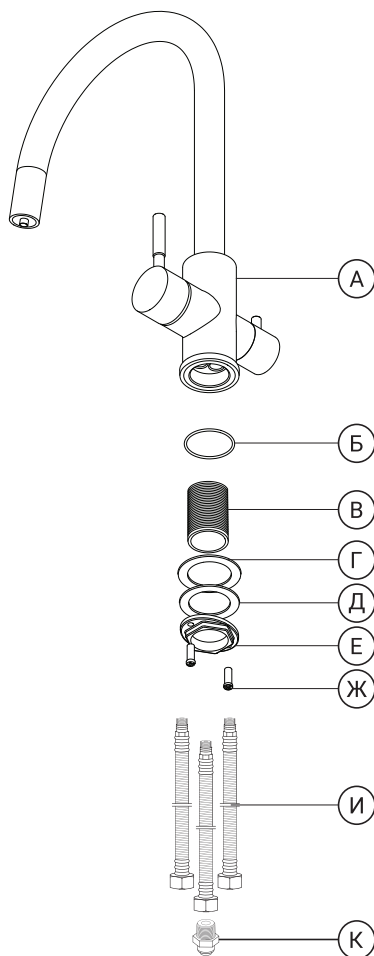

Рис. 1
1. В нижнюю часть корпуса смесителя (А) установите, уплотнительное кольцо (Б) (рис. 1).
2. Вкрутите до упора в корпус смесителя (А) резьбовую направляющую (В) (рис.1).
4. С нижней стороны наденьте на резьбовую направляющую (В) уплотнительную прокладку (Г), металлическую шайбу (Д) и накрутите крепежную гайку (Е) до упора и зафиксируйте ее закрутив винты (Ж) (рис. 1).
6. Подключите трубку идущую от фильтра к гибкой подводке смесителя, используя переходник резьба-трубка (К) (рис. 1).